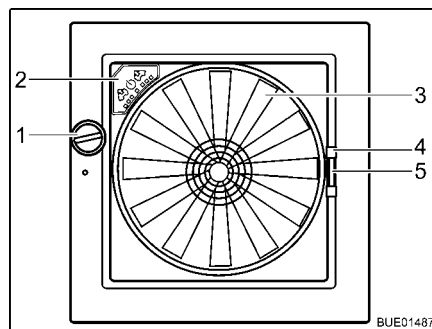

Bild 111 Taklucka Omni-Vent
- Öppna: ■ Vrid på vredet (Bild 111,1) tills önskad öppningsvinkel har nåtts.
- Stänga: ■ Vrid på vredet (Bild 111,1) tills takluckan är helt stängd.
- Stänga: ■ Dra insektsskyddet i handtaget (Bild 111,4) till motstående ramsida.
- Stänga: ■ Tryck ihop mörklägningsgardinens handtag (Bild 111,5).
- Fläkt** När takluckan är öppen kan kupén ventileras och vädras med fläkten (Bild 111,3) i 6 nivåer. Fläkten regleras via reglagen (Bild 111,2).